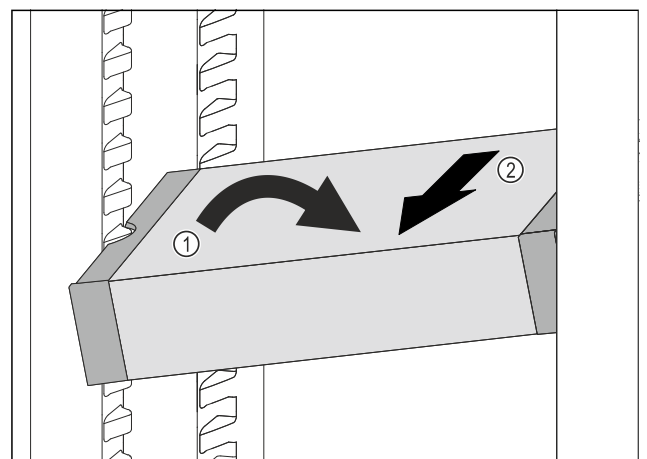

Fig. 114
- VarioSafe im Kühlteil schräg stellen. *Fig. 114 (1)*
- VarioSafe nach vorne entnehmen. *Fig. 114 (2)*